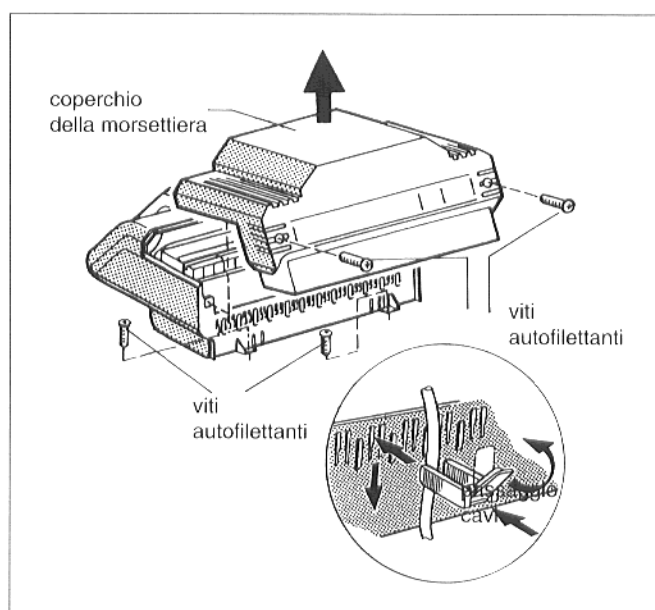

Fig. 18
- Svitare le due viti autofilettanti del coperchio morsettiera dell'apparecchio di regolazione e toglierlo (Fig. 18).
- Avvitare saldamente la base dell'apparecchio di regolazione alla copertura caldaia anteriore, sul retro a destra e sinistra con due viti autofilettanti (Fig. 18).
- Fissare tutti i cavi con gli appositi bracciali: inserire da sopra il bracciale con il cavo nelle feritoie del telaio portabracciali; la linguetta del fermo deve essere ora orizzontale. Spingere in basso nella feritoia il bracciale premendovelo a fondo, alzare la linguetta del fermo in posizione verticale (Fig. 18).
- Rimettere il coperchio morsettiera ed avvitare le due viti autofilettanti (Fig. 18).